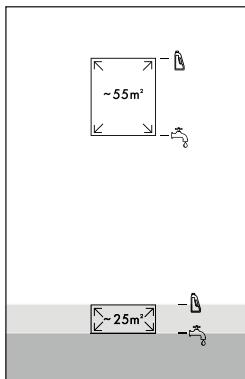

Fig. 8
- ◆ Pour de petites surfaces (jusqu'à 25 m²), remplissez de l'eau du robinet ou de l'eau distillée jusqu'au premier repère de niveau de remplissage dans le réservoir d'eau fraîche ⑪ (voir fig. 8).
- ◆ Pour de petites surfaces (jusqu'à 25 m²), remplissez du produit de nettoyage jusqu'au second repère de niveau de remplissage dans le réservoir d'eau fraîche ⑪ (voir fig. 8).